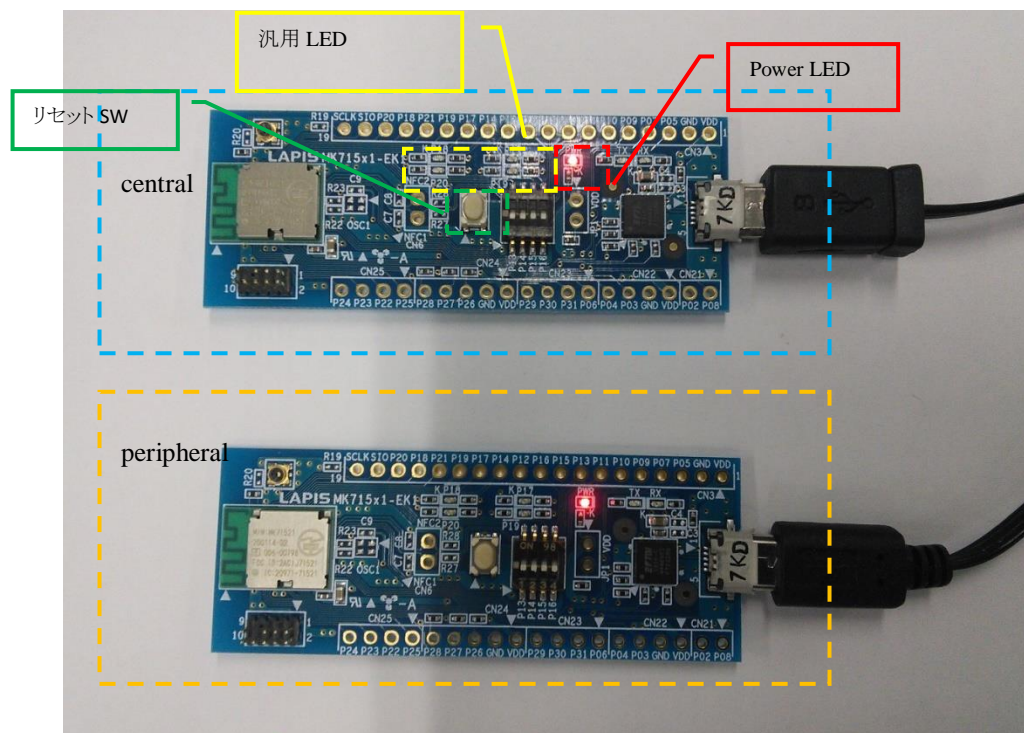

図 2-1 通信距離測定構成
- ① MK71521EK1 を USB ケーブルで PC に接続します。(図 2-1)